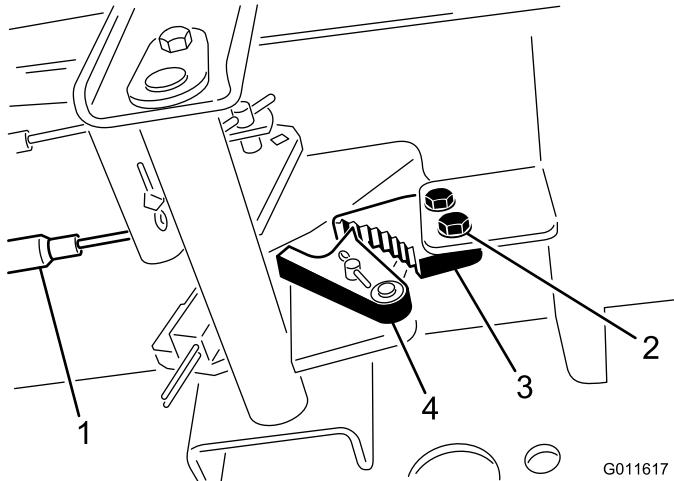

図 48
- 駐車ブレーキのツメをフレームに固定しているネジ2本をゆるめる（図 48）。
- ブレーキのツメが戻り止めに完全に掛かるまで駐車ブレーキペダルを前に踏み込む（図 48）。